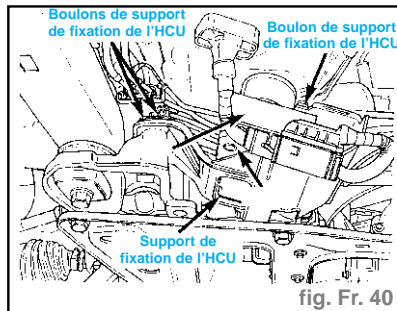

fig. Fr. 40
- Déposer les trois boulons fixant le support de montage de l'ICU à la traverse de suspension avant (fig. Fr. 40).
- Poser l'ICU et son support ensemble sur la traverse de suspension avant. Poser les trois boulons fixant le support de l'ICU sur la traverse (fig. Fr. 40). Serrer les trois boulons au couple de 2,8 daN.m.